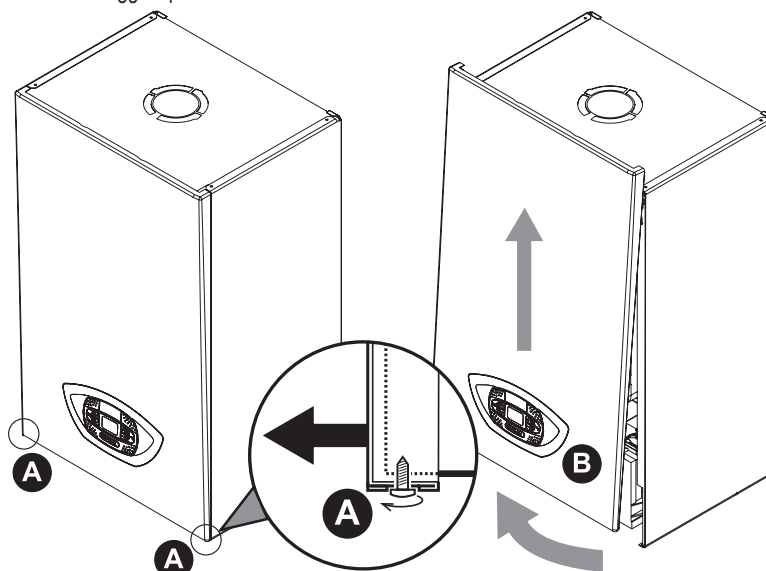

fig. 177 - Apertura pannello frontale
1. Svitare parzialmente le viti A (vedi fig. 177).